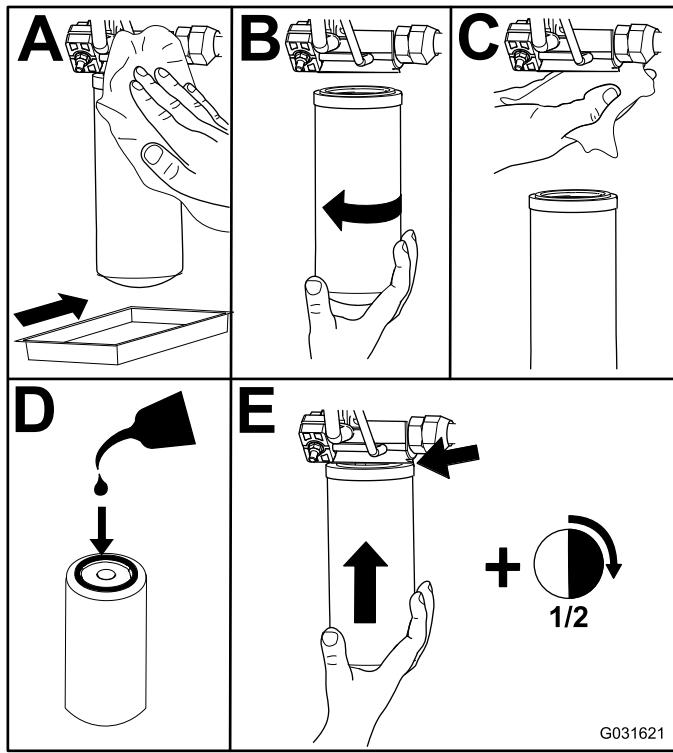

図 91
2. 図 91 のようにして、油圧昇降部のチャージ油圧フィルタを交換する。
4. 機体右側にある戻りオイル用フィルタを交換する図 91。